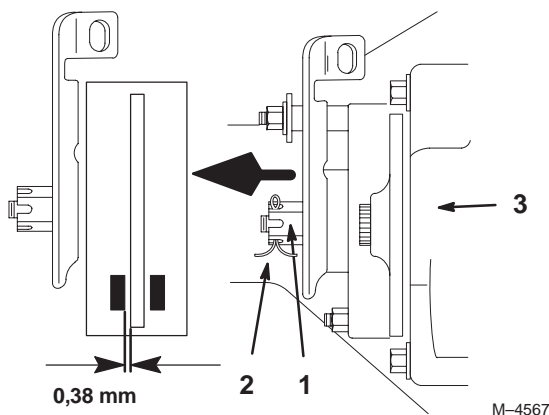

Figure 37
3. Pour régler le frein, enlevez la goupille fendue et desserrez légèrement l'écrou de réglage (Fig. 37).
4. Insérez une jauge d'épaisseur de 0,38 mm avec précaution entre la plaquette de frein extérieure et le disque de frein (Fig. 37).